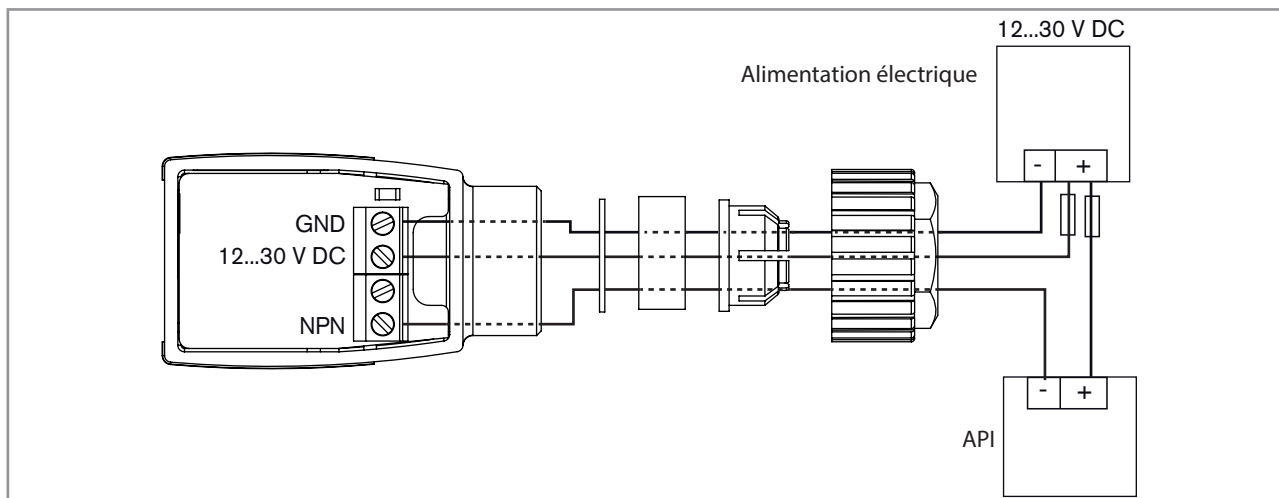
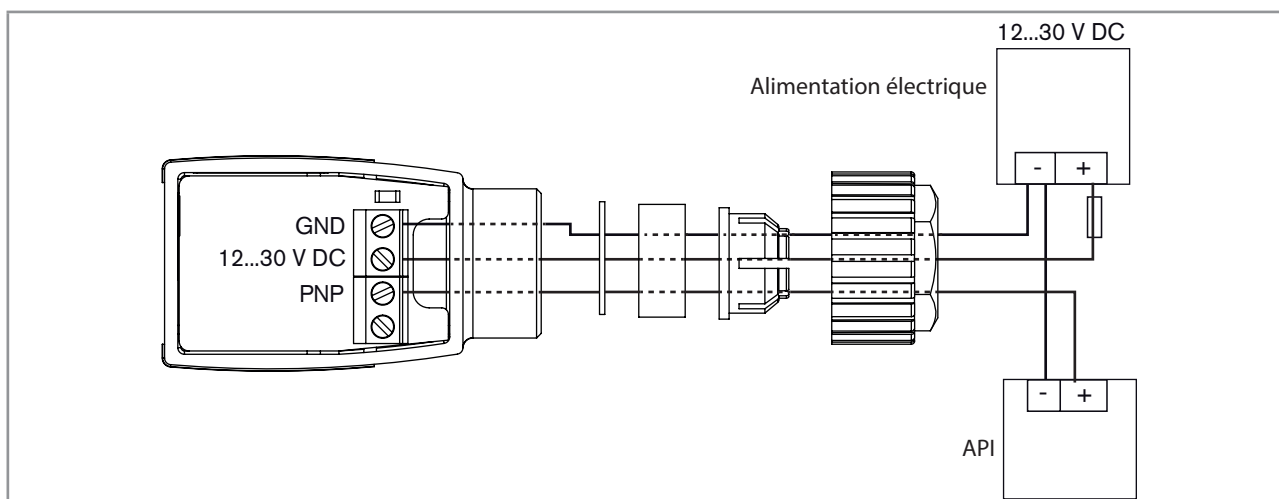

Fig. 4 : Appareil avec presse-étoupe – raccordement NPN de la sortie transistor
Fig. 5 : Appareil avec presse-étoupe – raccordement PNP de la sortie transistor
- Raccorder la sortie transistor. La sortie transistor peut être connectée dans les modes suivants : NPN ou PNP. Se reporter à Fig. 4 ou Fig. 5.